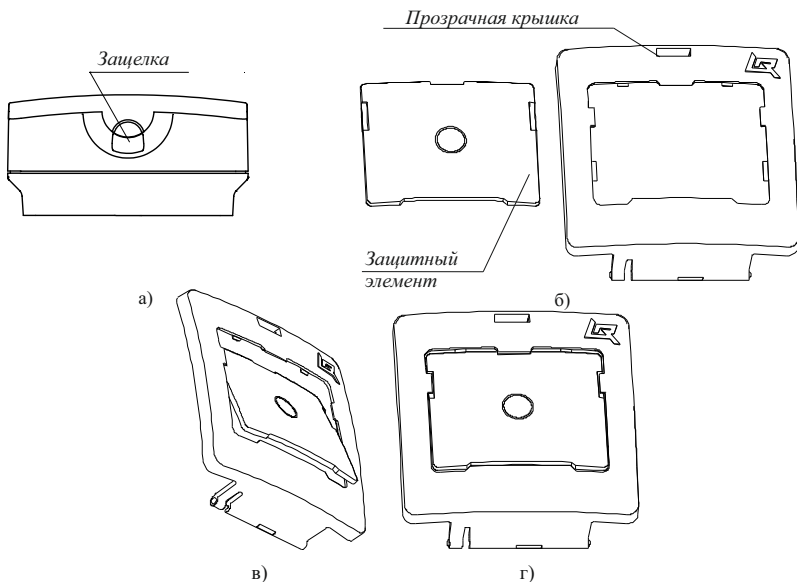

Рисунок 6
5.8 Для установки защитного элемента необходимо открыть прозрачную крышку, поддев защелку в верхней части корпуса острым предметом (рисунок 6 а). Далее прозрачная крышка показана отдельно от корпуса (снимать крышку с корпуса УДП не следует). Защитный элемент в положении, показанном на рисунке 6 б), ввести верхней кромкой в середину выреза прозрачной крышки (рисунок 6 в) и, повернув, совмещая плоскости, зашелкнуть нажатием на кромки защитного элемента. (рисунок 6 г).